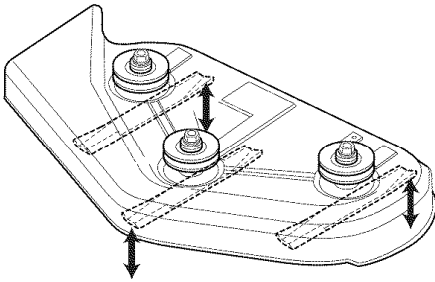

Figura 38. Orientar las Espas de Adelante hacia Atrás
1. Gire las espas de adelante hacia atrás como se muestra en la Figura 38. Mida la distancia del suelo a la punta delantera del asa central, y del suelo a la punta trasera de las espas izquierda y derecha (Figuras 35 y 38). Las puntas delanteras deben estar 1/8"-1/4" (3-6mm) más altas que las puntas traseras. Si no, proceda con el paso 2.